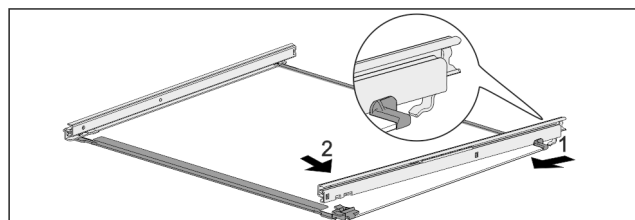

Fig. 123 Ripiano in vetro con guide
- Agganciare la guida sul lato posteriore. Fig. 123 (1)
- Innestare la guida sul lato anteriore. Fig. 123 (2)